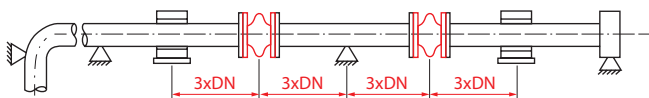

рис. 1
4. Перед началом монтажа необходимо отцентрировать подводящий и отводящий трубопроводы, зафиксировав их на расстоянии не менее $3 \times DN$ трубы от компенсатора. (рис. 1)
5. Компенсаторы следует устанавливать непосредственно за неподвижной опорой. За компенсатором следует предусмотреть подвижные опоры (рис. 1).